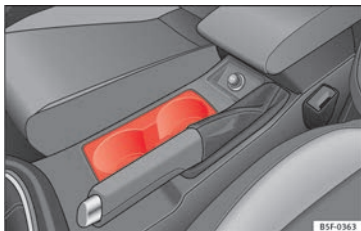

Abb. 115 Mittelkonsole: Getränkehalter vorne.
- » **Abb. 115.** Der Halter bietet Platz für zwei